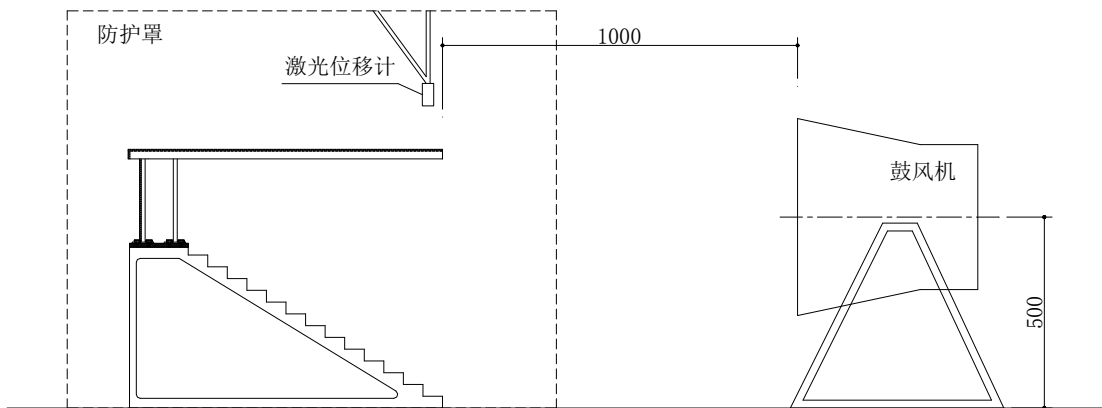

图 6 模型及鼓风机位置示意图
2) 在悬挑屋盖前 1m 处设置一鼓风机，进行两档风速加载，第一档为 9m/s，第二档为 12m/s。测量并记录 9m/s 风速下屋盖前端的位移时程（见图 6），根据 3.2 节的数据处理方法得到得到结构的风振极值响应，记为 d_2 。